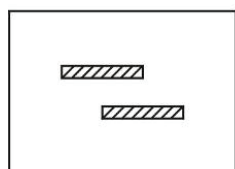
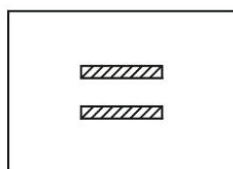
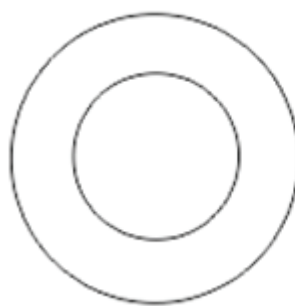

Fig.52
Fig.53
Fig.54
(1) Foria orizontală
Dacă pacientul nu are prezbiopie, setați rezultatele foriei testate în punctul îndepărtat al deschiderii. Dacă pacientul are prezbiopie, puneți rezultatele la testul punctului apropiat. Setări cardul punctului apropiat la 40 cm și rotiți butonul auxiliar al lentilei ② pentru a seta ochiul drept la 6ΔU, astfel încât rândurile de litere să fie complet separate. Dacă pacientul are forie orizontală, aceasta va fi prezentată ca Fig.52. Rotiți prisma rotativă ⑫ la celălalt ochi, cu scara 0 în sus. (vezi Fig.54) Rotiți butonul de rotație a prismei ⑪ astfel încât să nu existe nicio diferență între ochiul stâng și cel drept și, în acest moment, scara prisme rotative indică puterea prisme (vezi fig.53).